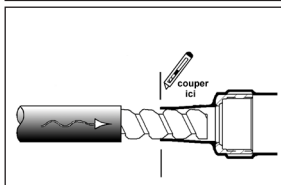

Figure 4
- Méthode 2: Dégainer le bout du câble. Couper progressivement des tranches de l'enveloppe jusqu'à ce que l'armure du câble puisse pénétrer avec un léger effort (Figure 4).
- Serrez l'écrou presse-étoupe jusqu'à ce que le joint soit scellé de manière appropriée ou au couple maximum spécifié (voir tableau). La garniture doit couvrir de manière uniforme la gaine extérieure du câble. Assurez-vous que le câble demeure centré afin d'obtenir une étanchéité optimale (Figure 4).